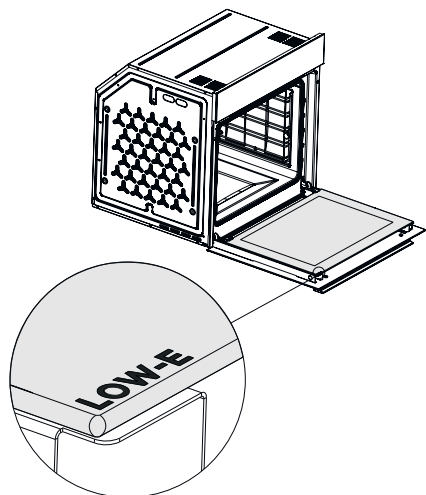

Fig. 30
*Quando a porta do seu forno estiver na posição horizontal, a inscrição LOE-E no vidro interior da porta do forno deverá ser mostrada em (Fig. 30)*